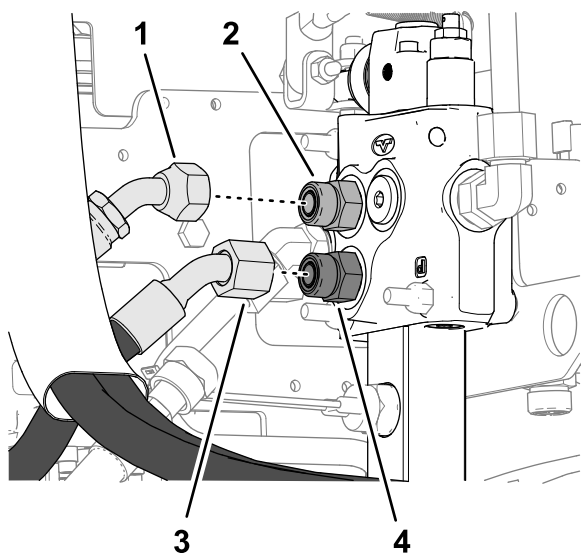

Figure 24
1. Branchez le flexible de chargeuse supérieur marqué « Orifice B » sur le raccord supérieur du distributeur auxiliaire (Figure 24).